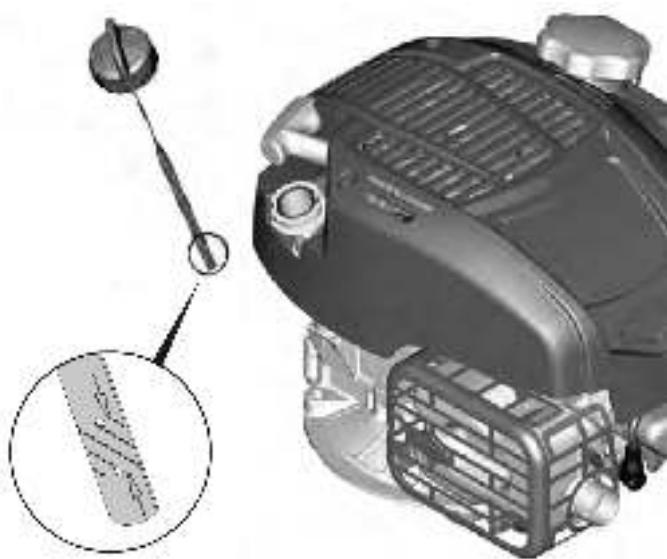

Рис.3
- Поверните крышку-щуп маслозаливной горловины против часовой стрелки (смотреть сверху) на 90° и извлеките щуп (Рис. 3).
- Снова извлеките щуп и осмотрите его. Уровень масла должен соответствовать верхней отметке на щупе (Рис. 3). При недостаточном уровне масла в картере необходимо долить чистое масло до верхней отметки на щупе. Не допускайте перелива или превышения максимального уровня масла в картере двигателя.